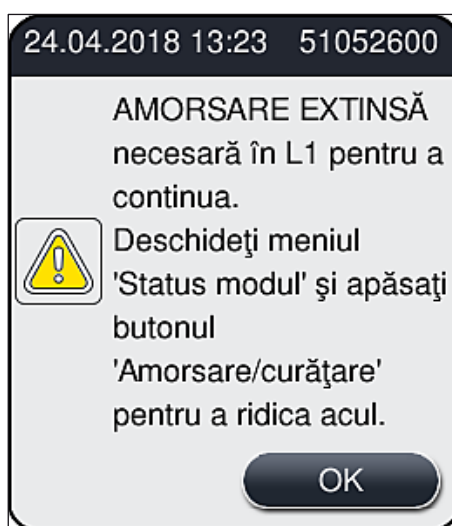

Fig. 99
2. Aveți în vedere mesajul de informare care urmează (→ Fig. 99) și confirmați-l cu butonul **OK**.